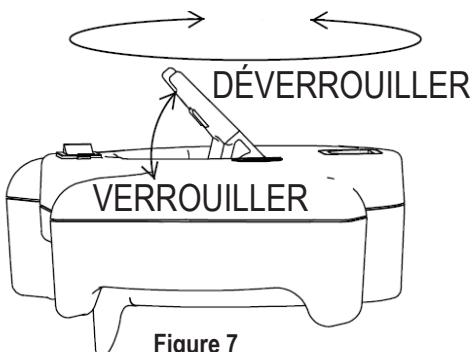

Figure 7
- Réglez l'angle en faisant pivoter le loquet d'index de tête vers le haut (Figure 7). Positionnez la poignée à l'emplacement souhaité (rotation totale de 180 degrés).